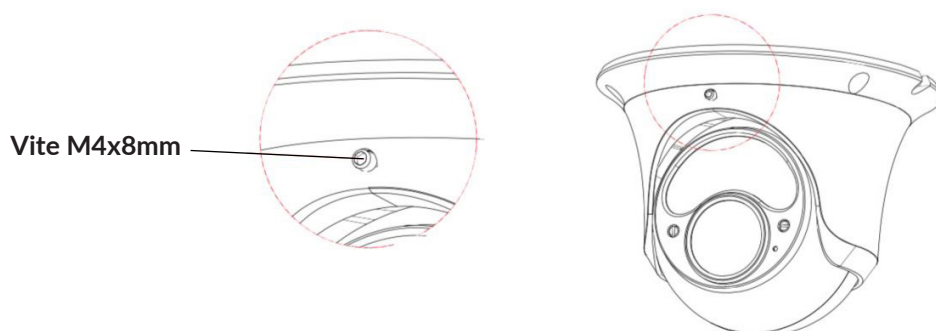

Figura 2
4) Regolare l'angolo di visuale, allentando la vite M4x8mm come mostrato nella figura 2